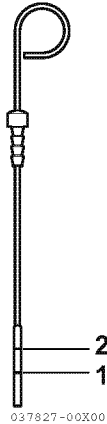

Abbildung 3
- Den Ölmesstab wieder vollständig einsetzen (2, **Abbildung 3**).
- Den Ölmesstab entfernen. Der Ölstand sollte zwischen der oberen (2, **Abbildung 3**) und der unteren (1, **Abbildung 3**) Markierung am Ölmesstab liegen.